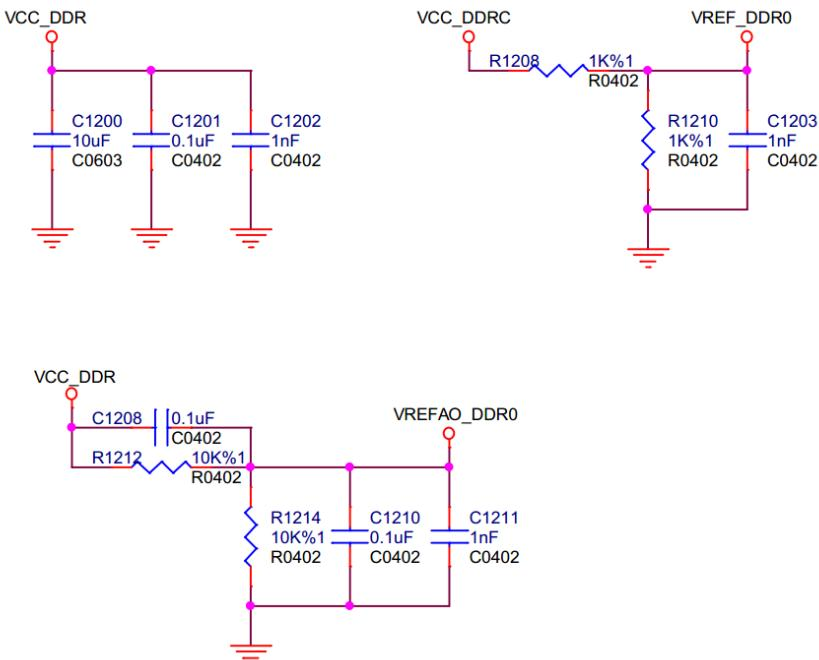

图 8-5
- 参考电源分压电阻请确保使用精度 1% 的电阻。VREF_DDR 电源在休眠时可关闭，两个分压电阻为 1K；VREFAO_DDR 电源在休眠时不可关闭，故采用 10K 的分压电阻以降低功耗，为保证电源的跟随特性，电阻需要分别并联 0.1uF 电容，如图 8-5 所示电容 C1208、C1210；